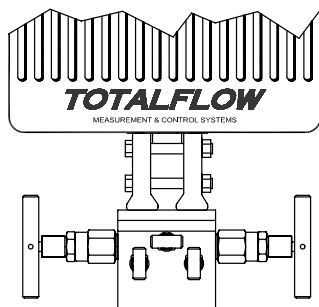

Рис. 3 (Типовая установка коллектора)
5. Прикрепите коллектор к днищу устройства; отверстие, расположенное с правой стороны устройства, ОБЫЧНО является отверстием высокого давления (сторона всасывания). Проверьте номер модели АМУ, чтобы выяснить, предназначена ли модель для потока с направлением слева направо (4СУС) или справа налево (4АУС). Кроме того, можно посмотреть на датчике маркировку (Н или +) для стороны высокого давления и маркировку (L или -) для стороны низкого давления. Для коллекторов с непосредственной установкой направление потока чрезвычайно важно. (Типовую конфигурацию коллектора см. на рис. 3).